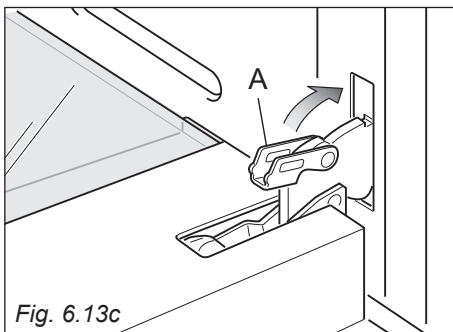

Fig. 6.13c
4. Chiudere le leve "A" delle cerniere destra e sinistra (fig. 6.13c).